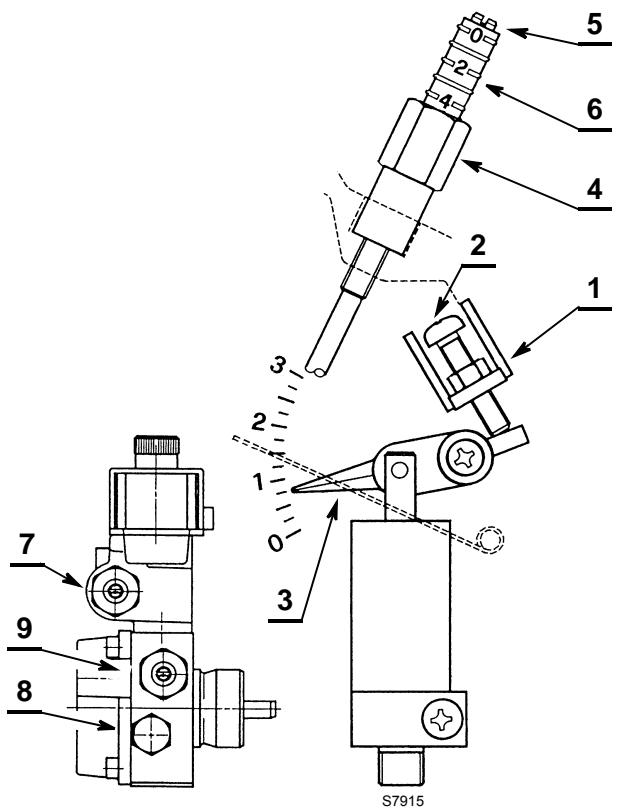

Fig. 13
- Desserrer l'écrou 1)(Fig. 13), agir sur la vis 2)(Fig. 13) et placer le repère 3)(Fig. 13) dans la position souhaitée.
- Une fois le réglage terminé, revisser l'écrou 1)(Fig. 13).
Si nécessaire, régler à nouveau la pression à l'aide de la vis 7)(Fig. 13).
Le manomètre de contrôle de pression doit être monté à la place du bouchon 8)(Fig. 13).
- Desserrer l'écrou 4)(Fig. 13), agir sur la vis 5)(Fig. 13) et placer le repère 6)(Fig. 13) dans la position souhaitée.
- Une fois le réglage terminé, revisser l'écrou 4)(Fig. 13).
Si nécessaire, régler à nouveau la pression à l'aide de la vis 9)(Fig. 13).